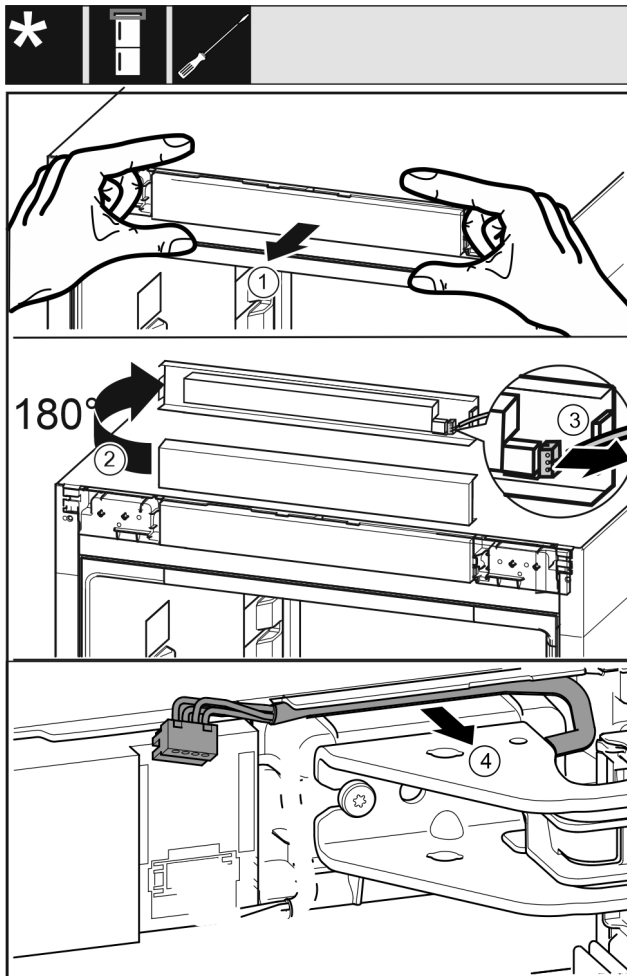

Fig. 6
- ▶ Libérer soigneusement le panneau de commande de l'appareil vers l'avant. Fig. 6 (1)
- ▶ Faire tourner le panneau de commande vers le haut de 180°. Fig. 6 (2)
- ▶ Pousser l'ergot vers l'arrière et retirer soigneusement la prise. Fig. 6 (3)
- ▶ Sortir délicatement du guide le câble au-dessus du support de palier. Fig. 6 (4)